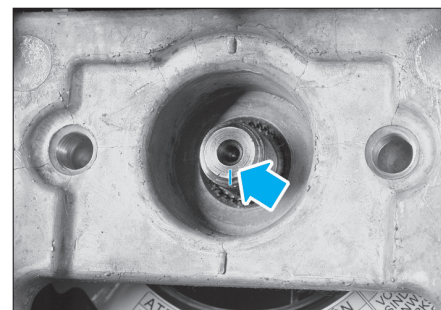

FIG. 30
- Repérer la position du volant par rapport à la colonne de direction (Fig.30).